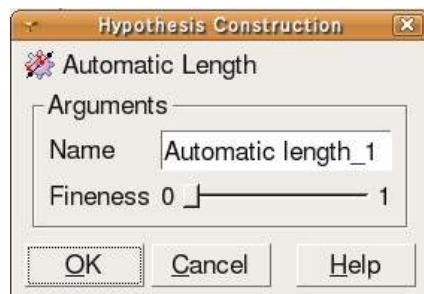

図 18 : Hypothesis Construction 画面
- ③ 「Name」には「Mesh_1」が表示されており、これがメッシュファイルの名前である。また、「Geometry」には、「sample.step_1」を指定するため、「Object Browser—Geometry—sample.step_1」を選択する。選択されると右のテキストボックスに「sample.step_1」が表示される。
- ④ 次に、メッシュの切り方を指定する。「Assign a set of hypotheses」→「Automatic Tetrahedralization」をクリックすると、「Hypothesis Construction」画面（図 18）が表示される。